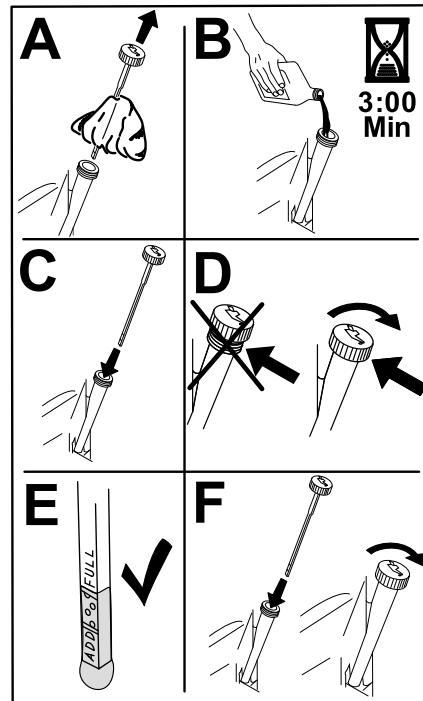

Figura 43
- Vierta lentamente un 80 % aproximadamente del aceite especificado por el tubo de llenado, luego añada lentamente el resto del aceite hasta que llegue a la marca de Lleno (Figura 43).